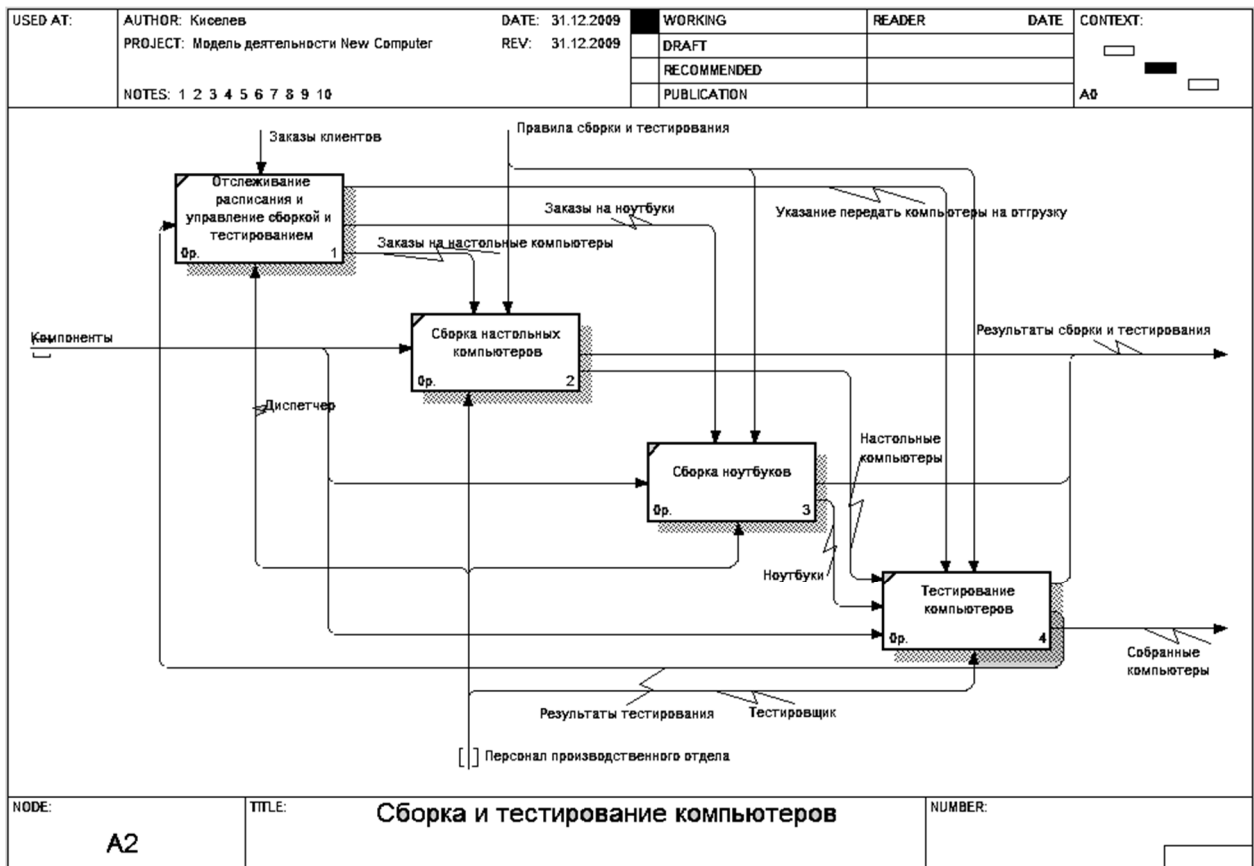

Рис. 11. Диаграмма декомпозиции работы Сборка и тестирование компьютеров
8. Отредактируйте диаграмму к виду рис. 11. Чтобы имя работы писалось на нескольких строках, нажмите: правая мышь на работе, выбор *Box style*, задание Custom, Show name, Show Number, Show ABC Data.
5. Перейдите на дочернюю диаграмму ▼ для работы Сборка и тестирование компьютеров (рис. 11).